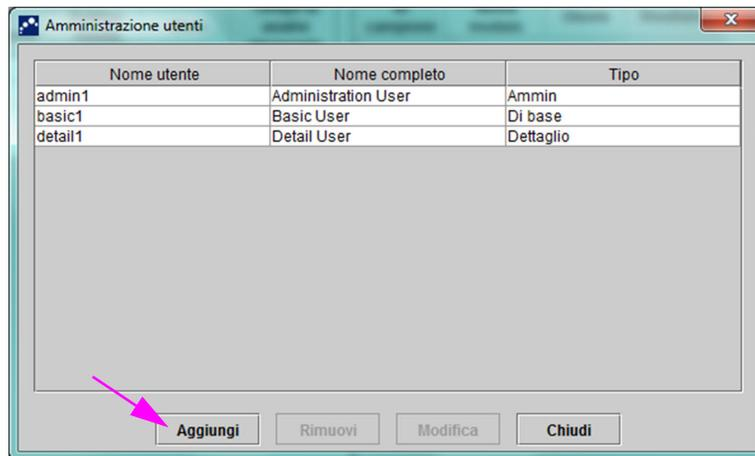
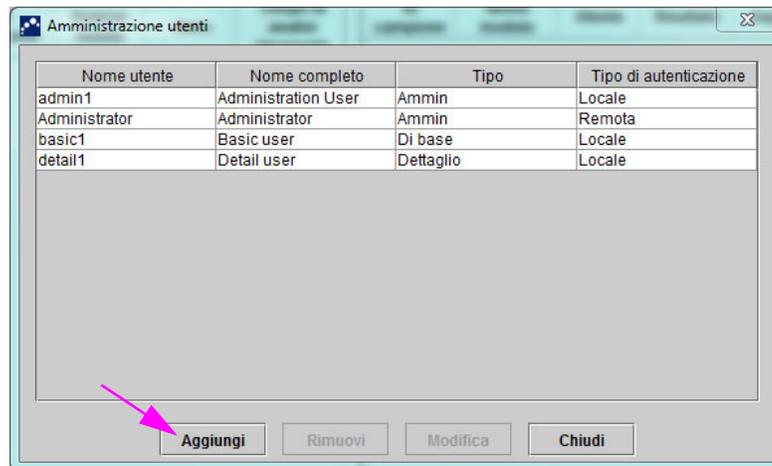

Figura 2-70. Finestra di dialogo Amministrazione utenti
Figura 2-71. Finestra di dialogo Utente per un utente Remoto
2. Nella finestra GeneXpert Dx System (vedere la Figura 2-55), nel menu **Configurazione**, fare clic su **Amministrazione utenti**. Verrà visualizzata la finestra di dialogo Amministrazione utenti. Vedere la Figura 2-70 se si sta aggiungendo un utente locale oppure la Figura 2-71 se si sta aggiungendo un utente LDAP remoto.
- Nella finestra **GeneXpert Dx System** (vedere la Figura 2-55), fare clic su **Amministrazione utenti** nel menu **Configurazione**. Verrà visualizzata la finestra di dialogo **Amministrazione utenti**. Vedere la Figura 2-70.